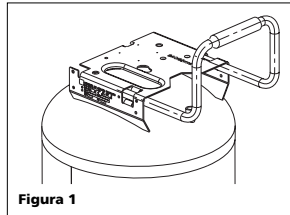

Figura 1
- Introduzca el mango a través de la cubierta y en la placa de base como indicado en Figura 1. El mango debe ajustarse en los orificios especiales en la placa de base.